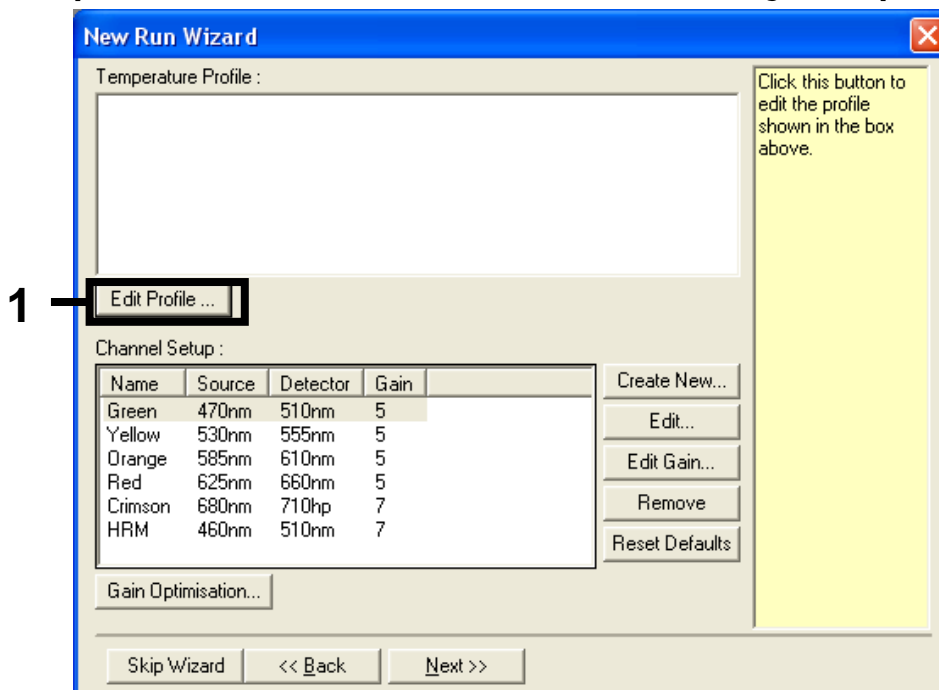

Figura 3. Edição do perfil.
5. Clique no botão "Edit Profile" (Editar perfil) na caixa de diálogo "New Run Wizard" (Assistente de nova execução) (consulte a Figura 3) e programe os parâmetros da execução de acordo com os seguintes passos.